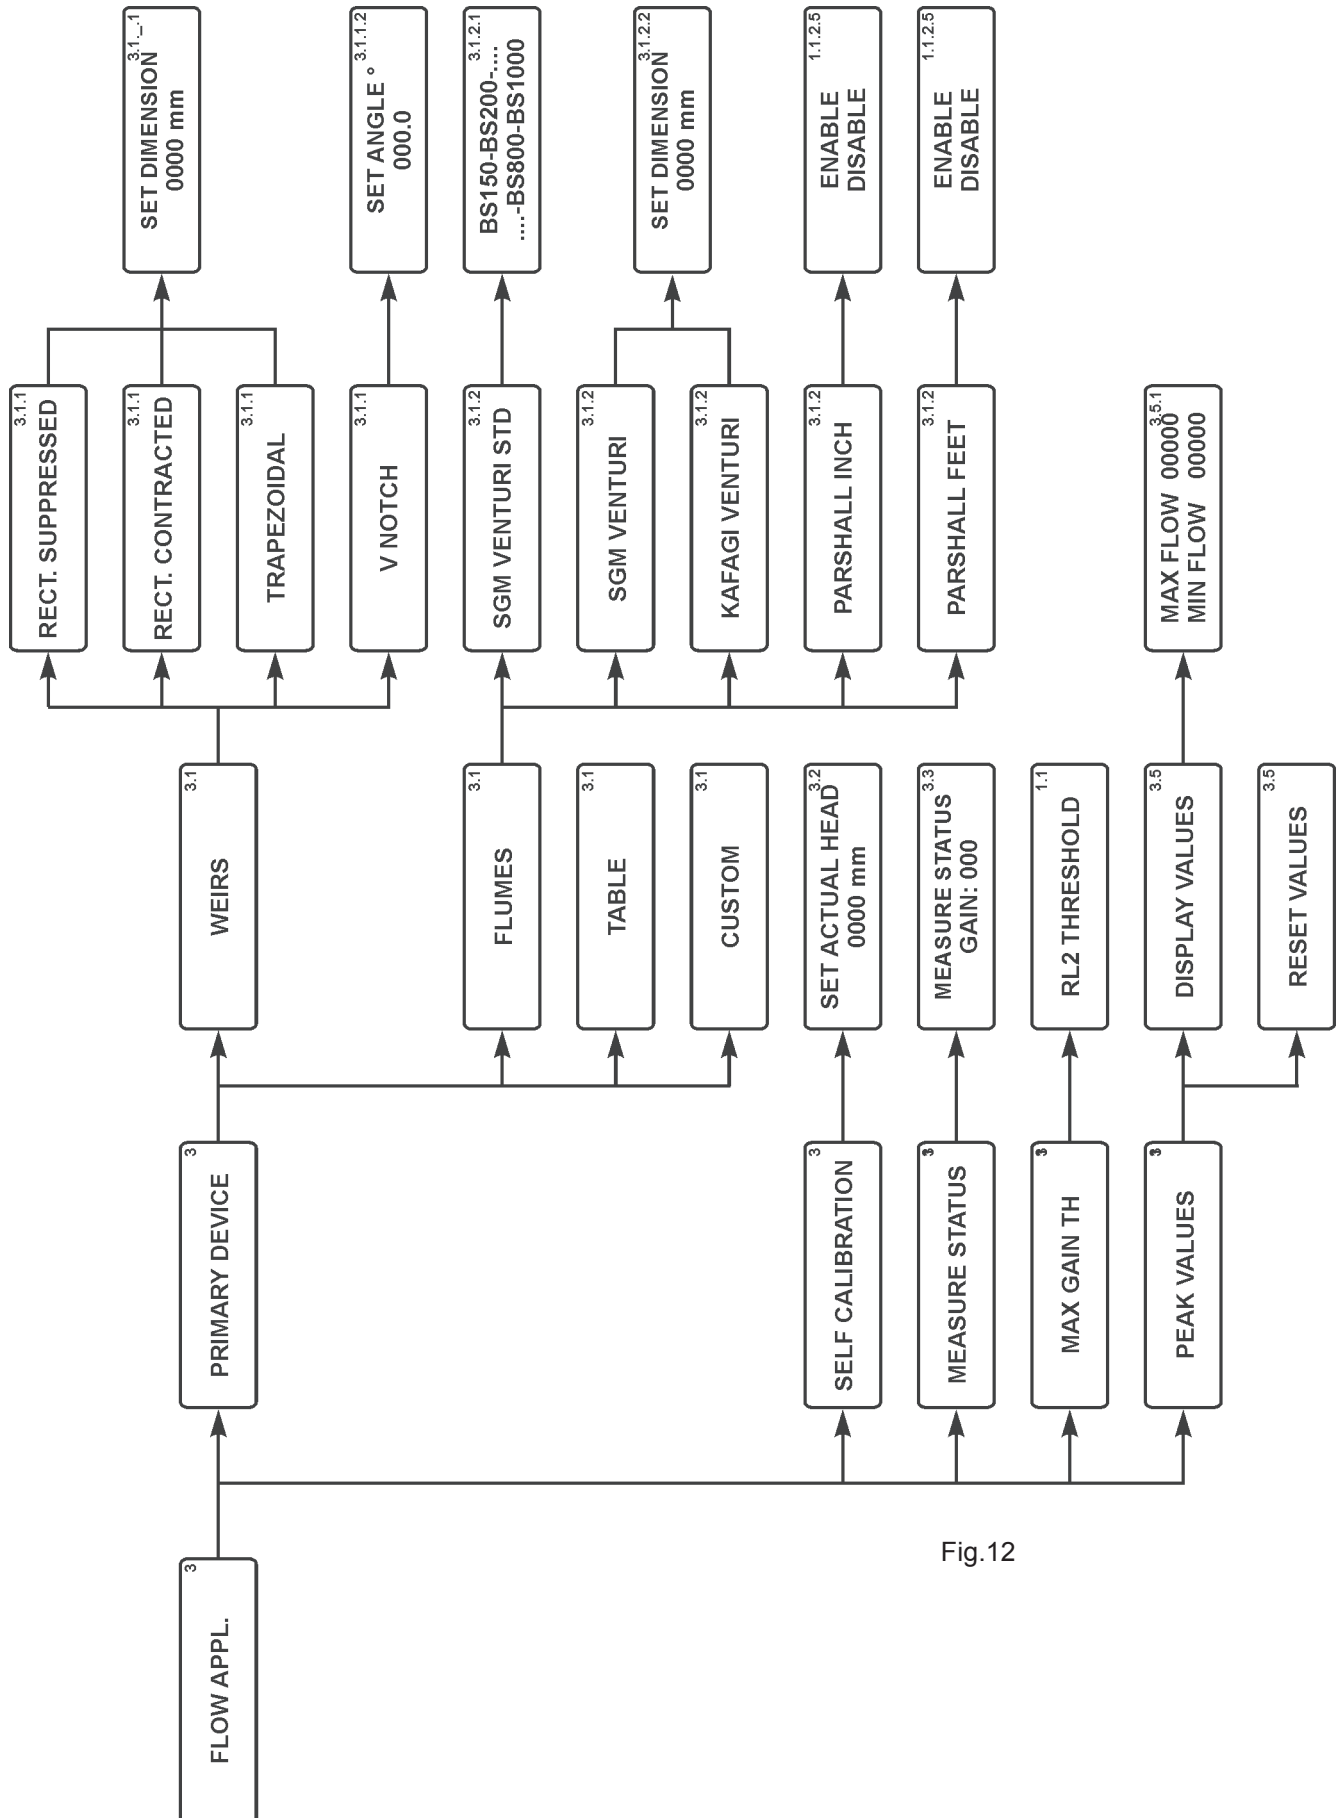

Fig. 12
3. **FOLW APPL.** - In questo menù è possibile selezionare il modello di stramazzo o di canale Venturi, programmare la tabella di linearizzazione portata, calibrare il livello del battente, visualizzare i valori di picco e settare il valore massimo di guadagno in condizioni normali di funzionamento (fig. 12).